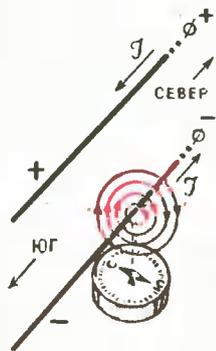

Рис. 3.
6. Разведчик, поднеся к нижнему проводу компас, определил по отклонению его стрелки, что ток по проводу идет с юга на север (см. рис. 3). Следовательно, в верхнем проводе ток идет в противоположном направлении. Поскольку верхний провод имеет более высокий потенциал, то возможен только один вывод: электрическая станция расположена на северном конце линии.